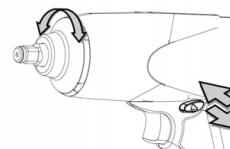

Fig. 5
4. Gebruik de staaf voor vooruit/achteruit op de aandrijfseenheid om de machine de andere kant op te laten werken (zie fig.5). De aanwijzingen voor de rotatie worden ook weergegeven op de voorkant van de balk.